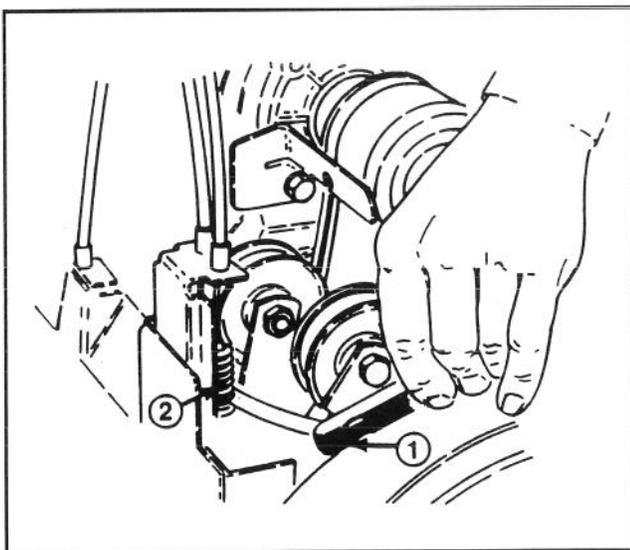

Abbildung 29
3. Bedienungshebel der Schnecke/des Gebläses auf dem rechten Haltegriff herunterdrücken. Den Hebel gedrückt halten und eine 0,25 mm Fühlerlehre in die Windung in der Mitte der Feder stecken (Abb. 29). Das Kabel so einstellen, daß der Abstand zwischen den Windungen 0,25 mm beträgt.